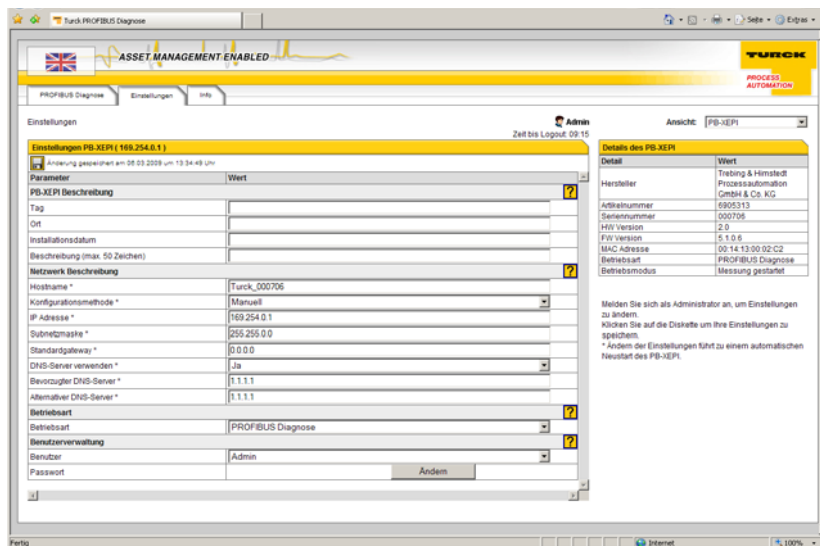

Abb. 4: Einstellen der IP- und Netzwerkadressen
8. Wählen Sie bei **Konfigurationsmethode** **Manuell** aus (siehe Abbildung 4).